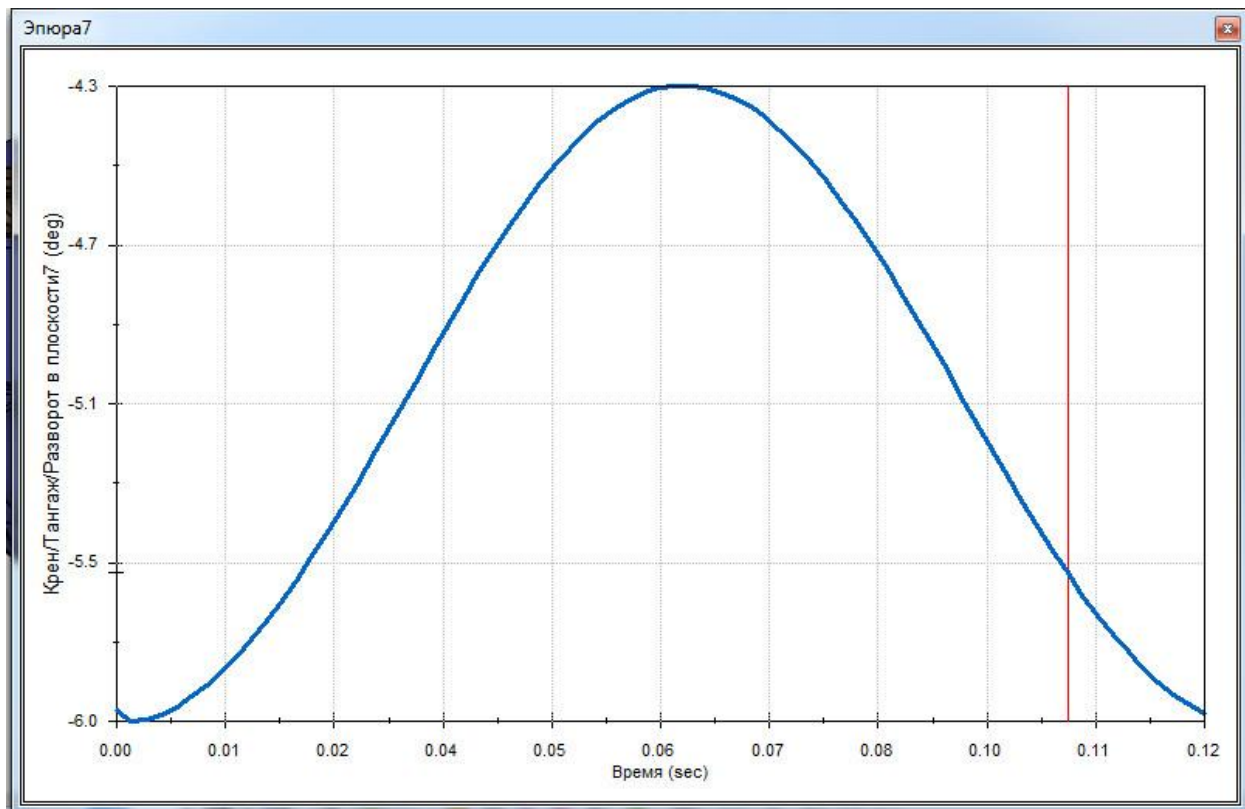

Рис. 6. Залежність крену центру маси колеса від часу
- в якості грані деталі для результату виберіть будь-яку концентричну грань таких компонентів як Neumatico, Front Hub Carrier R чи Lanta. Відобразиться еюра залежності крена центра маси обраного компонента від часу (рис.6)
Рис. 6 по факту відображує кут сходження (**Toe angle**) в різні моменти часу.
Графічні результати на рис.6. є допоміжними, а головним є залежність **Toe angle** як функції від вертикального переміщення центра маси колеса.